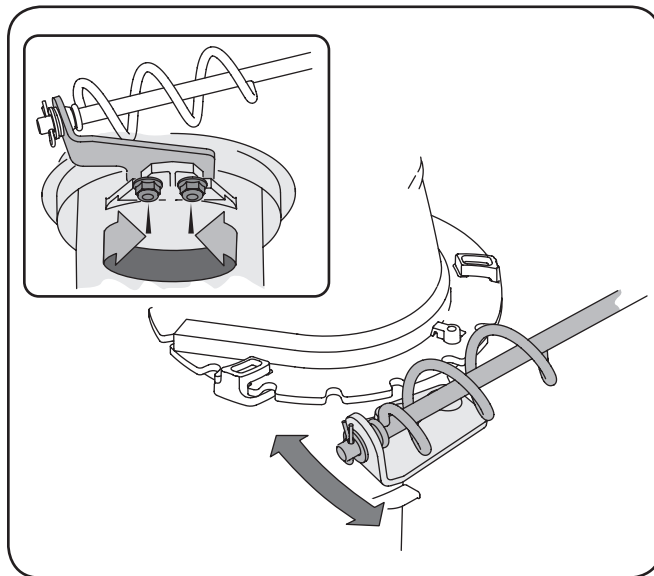

Figura 6-7
1. Aflojar las dos tuercas que aseguran el soporte del canal y lo colocan de nuevo levemente. Vea la Figura 6-7.